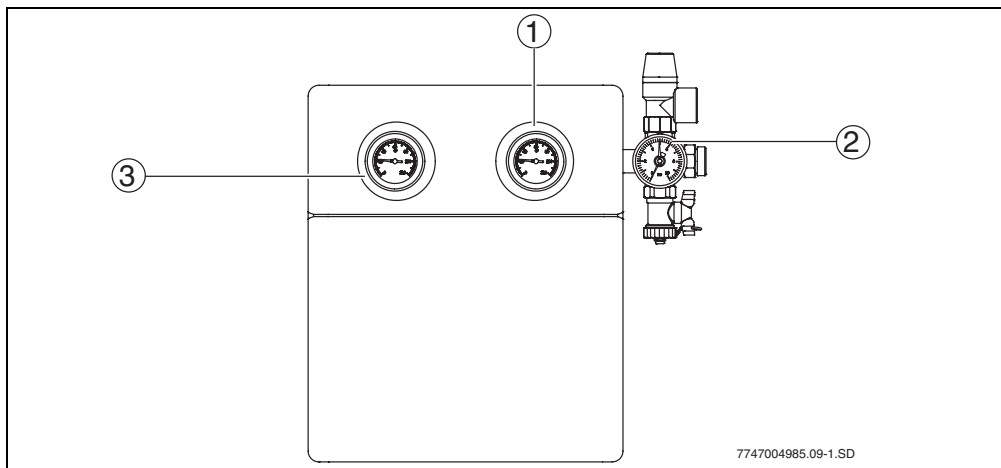

Рис. 3 Насосная станция
- Термометры (→ рис. 3, поз. 1 и 3): встроенные термометры показывают температуру обратной линии (синий) и подающей линии (красный) контура солнечного коллектора.
- Манометр (→ рис. 3, поз. 2) и предохранительный клапан: манометр показывает рабочее давление. Расположенный над ним предохранительный клапан открывается, и через сбросную линию происходит выпуск теплоносителя при повышении давления в системе более 6 бар.